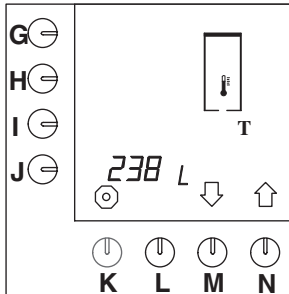

Abb. 49 Gesamtzählwerk für das
- Drücken Sie auf die Wahltaaste (N.) \uparrow , bis Abb.49 im Display erscheint.